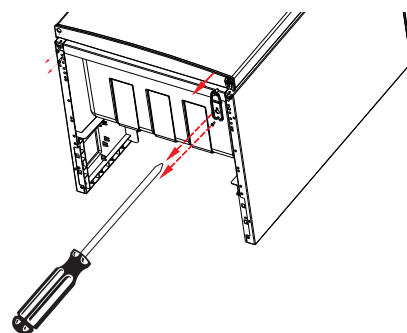

Fig. 2
- ▶ Desatornille los dos tornillos de sujeción de la bisagra inferior con un destornillador de estrella y extraiga la bisagra de la carcasa del frigorífico (fig. 2).